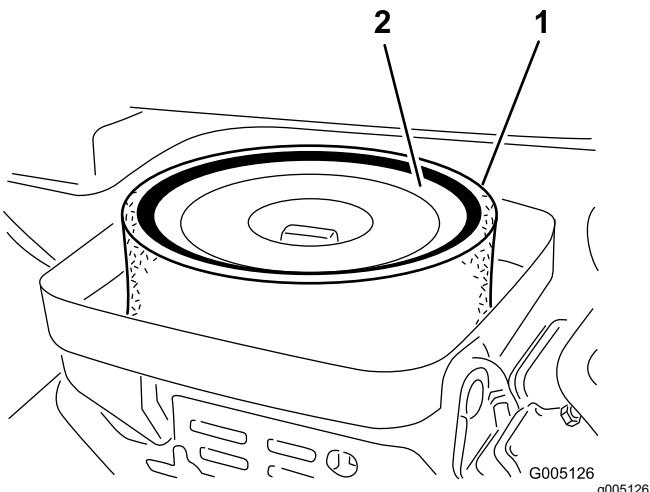

Figura 31
3. Retire la tuerca de orejeta que sujetta los elementos al cuerpo del limpiador de aire (Figura 31).
4. Si el elemento de espuma está sucio, sepárelo del filtro de papel (Figura 31). Límpielo a fondo de la manera siguiente: